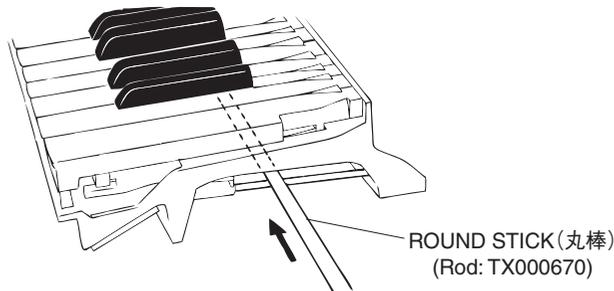

Fig. 17 (図17)
- * After inserting a round stick (Rod: TX000670) between the frame and the keys, remove the circuit boards. (Fig. 17)
- ※ シートをはずす前に、接点ゴムを歪ませないように、フレームとハンマーの間に丸棒 (ロッド: TX000670) を挿入しておきます。(図 17)